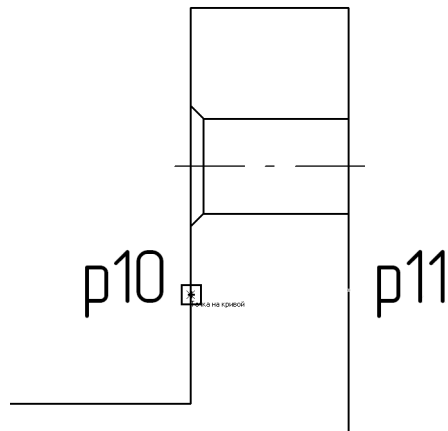

Рис. 51.34. Указание первой точки кривой Безье
5. Укажите курсором вертикальный отрезок и зафиксируйте первую точку кривой (точка p10), как это показано на рис. 51.34.